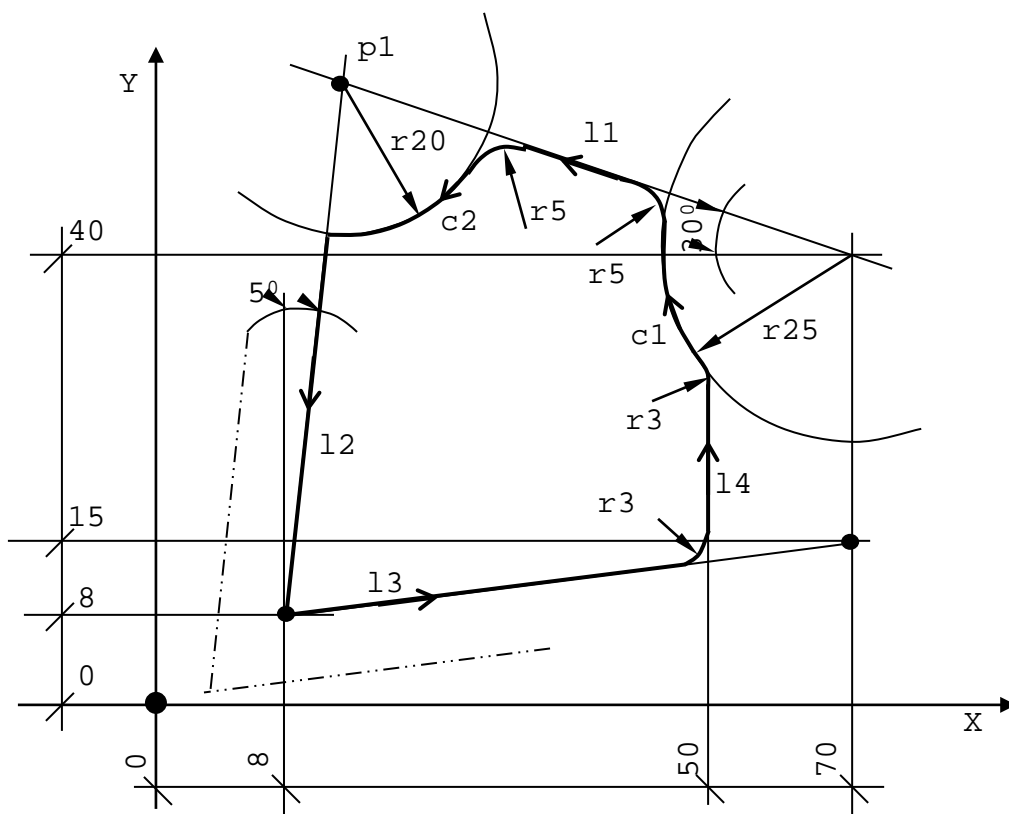

Рисунок 2.106
**Пример 1** (см. рисунок 2.106):